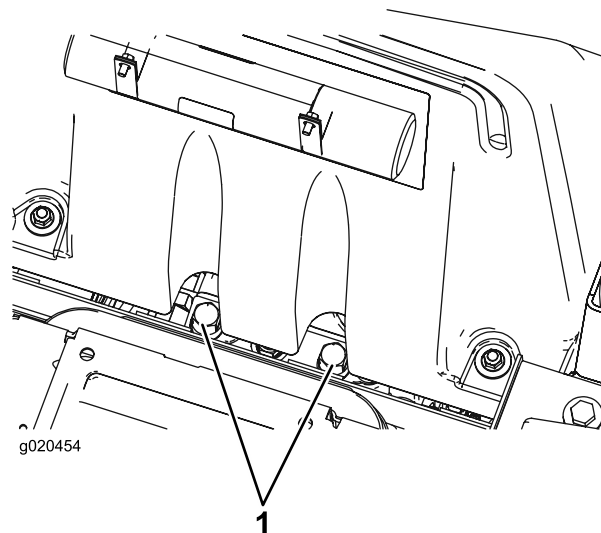

Figure 55
1. Soulevez le siège. Les vannes de dérivation se situent sous l'avant du réservoir de carburant (Figure 55).